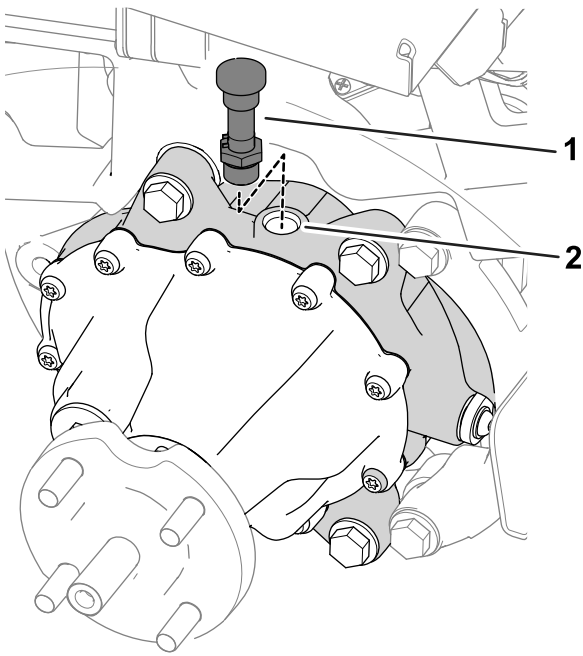

Рисунок 49
7. Снимите вентиляционный шланг и штуцер с верхней части редуктора (Рисунок 49).
9. Установите вентиляционный шланг и штуцер в заливное отверстие (Рисунок 49).